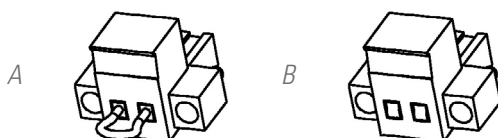

Abb. 6. Stecker für den externen Not-Aus-Schalter.
- Sobald der Anschlussstecker aus der Steckdose, in der er eingesteckt ist, herausgezogen wird. Dieser Stecker ist an einem Kabel als eine Art Brücke, die den Stromkreis schließt, angeschlossen (siehe Abb. 6 -A),
- oder, wenn der externe Schalter des Geräts und des Benutzers, der zwischen den Anschlüssen des Steckers installiert ist, betätigt wird (siehe Abb. 6-B). Der Anschluss am Schalter muss mit einem normalerweise geschlossenen Kontakt -NC- ausgestattet sein, der den Stromkreis öffnet, wenn er betätigt wird.